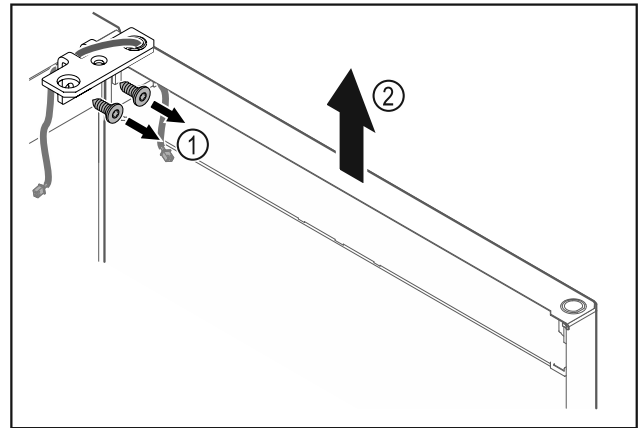

Fig. 15
- Skruva av gångjärnsfästet Fig. 15 (1).
- Lyft dörren rakt uppåt med gångjärnsfästet Fig. 15 (2) ca 200 mm och ta av den.